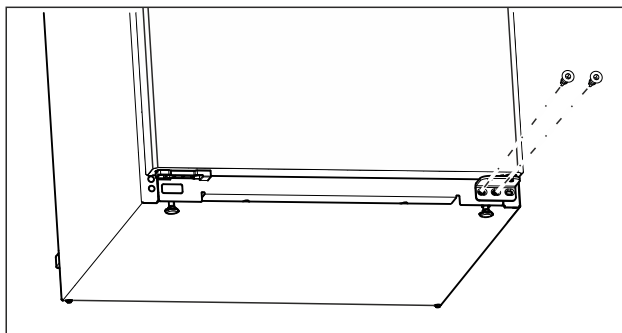

Fig. 10
- Na dolnej ložiskovej konzole vyskrutkujte strednú skrutku skrutkovačom Torx 20. (pozri Fig. 10)
- Na dolnej ložiskovej konzole vyskrutkujte vnútornú skrutku skrutkovačom Torx 20. (pozri Fig. 10)